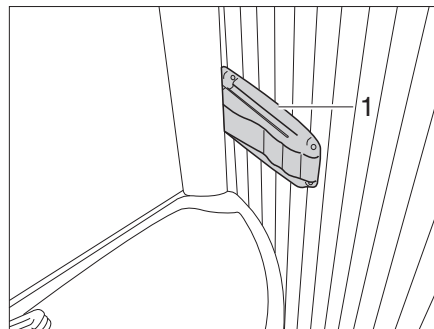

Fig. 377 Inodoro Vario, bloqueo de la pared de la ducha
- Apretar el bloqueo (Fig. 377,1), a la derecha, en el borde del lavabo y tirar levemente del lavabo. El lavabo se mueve con la pared dorsal hacia delante.